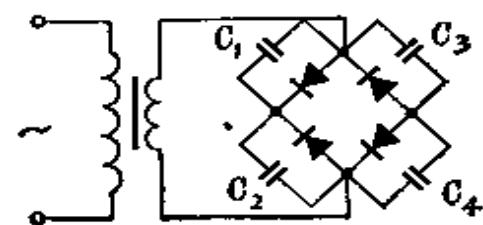

图 12-13
(4) 在二极管的两端并接电容，如图12-13。 $C_1, C_2, C_3, C_4$ 都选用 $0.01\mu\text{F}$ 电容，耐压值应与二极管相同。